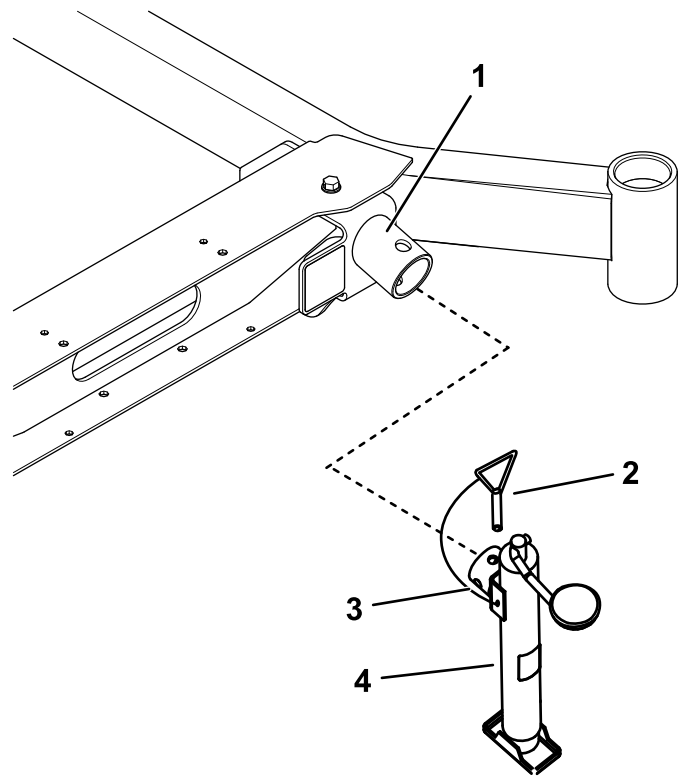

Figure 4
3. Assurez-vous que le cric est bien fixé au support avec l'axe de positionnement (Figure 4).